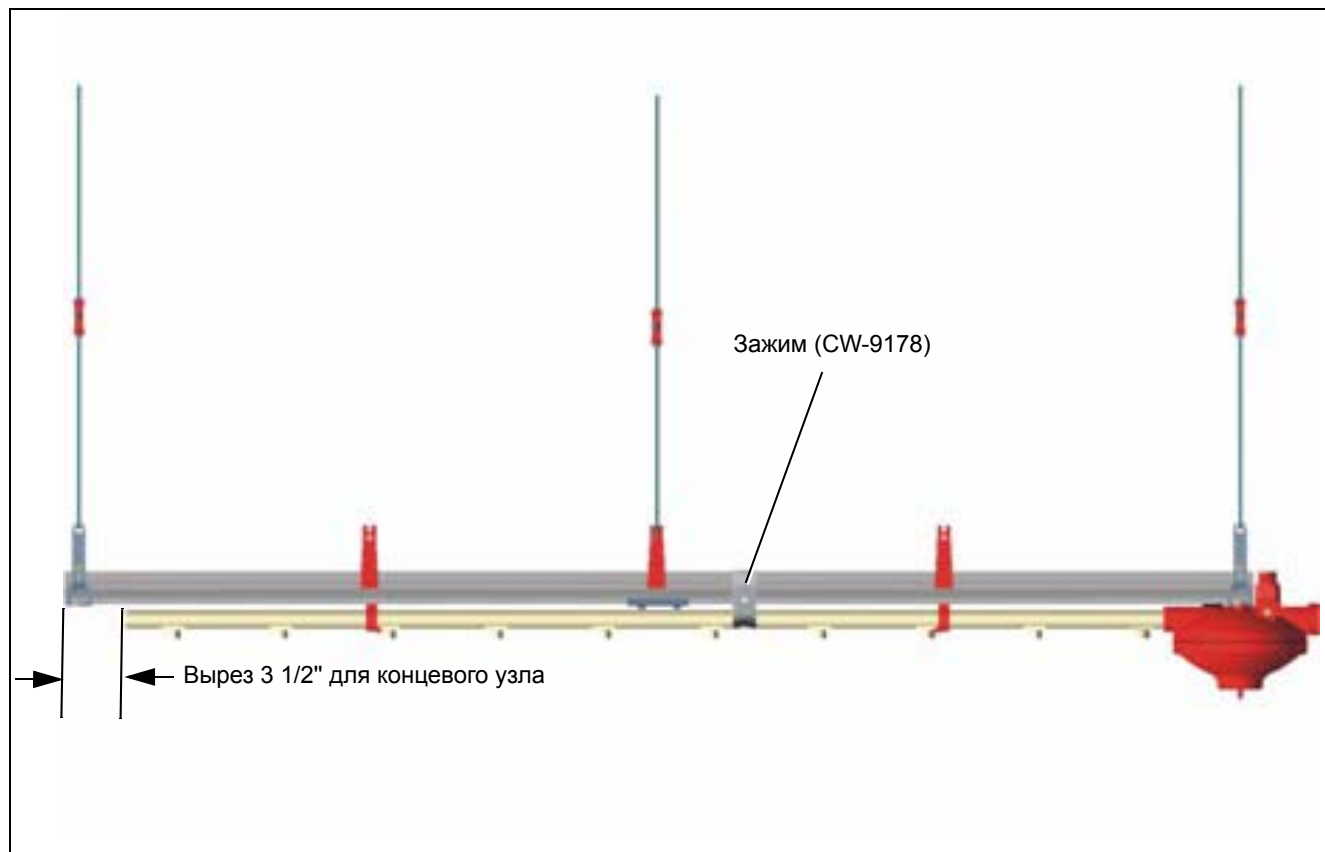

Рисунок 71
6. Установите конечный отрезок водопроводной трубы, отступите 3 1/2" от алюминиевого рельса и нанесите метку на трубу. Снимите трубу и отрежьте по метке. Вновь установите ее. Это обеспечит пространство для концевой узла. (См. Рисунок 71.)